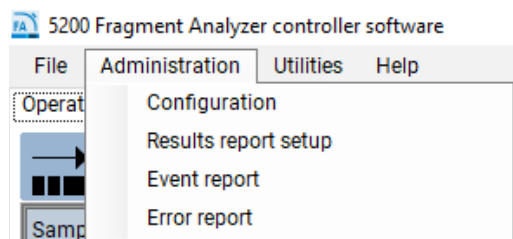

Figura 88 Menú Administration (Administración)
- 1 En el menú desplegable **Administration** (Administración), seleccione **Results report setup** (Configuración de los informes de resultados) (**Figura 88**).